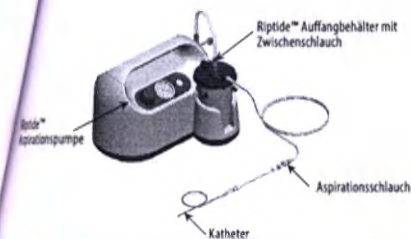

Abbildung 1: Aufbau des Riptide™ Aspirationsystems
- Den korrekten Aufbau der Produkte für die ordnungsgemäße Einrichtung des Riptide™ Aspirationsystems finden Sie in **Abbildung 1** (oben).